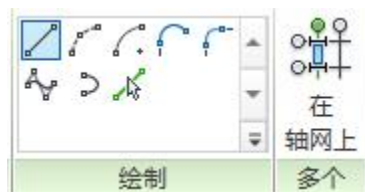

图 5-13 绘制梁的方式
- 在上下文选项卡可以修改绘制梁的方式（起点-终点-半径弧、圆心-端点弧等）或“在轴网上”绘制（图 5-13）。